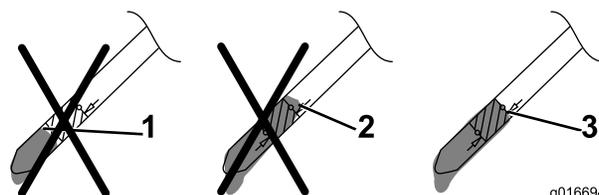

Рисунок 7
5. Определите уровень масла по отметкам на щупе (Рисунок 7).
- Если уровень масла слишком низкий, **медленно** залейте небольшое количество масла в маслозаливную горловину, подождите 3 минуты и повторите действия, указанные в пунктах 3 – 5, чтобы масло достигло требуемого уровня по щупу, как показано на Рисунок 7.